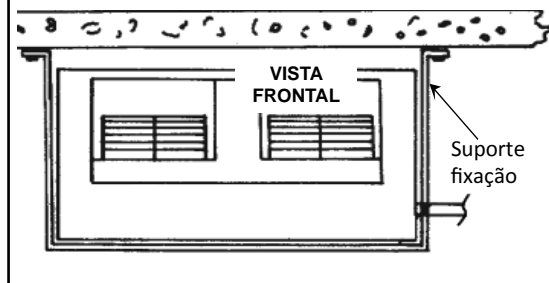

Figura 5b - Instalação do tipo suspensão.
4. Se a instalação escolhida for do tipo suspensão, deve ser providenciado suportes de fixação em formato de "U" que suportem o peso dos aparelhos conforme ilustrado na figura 5b.